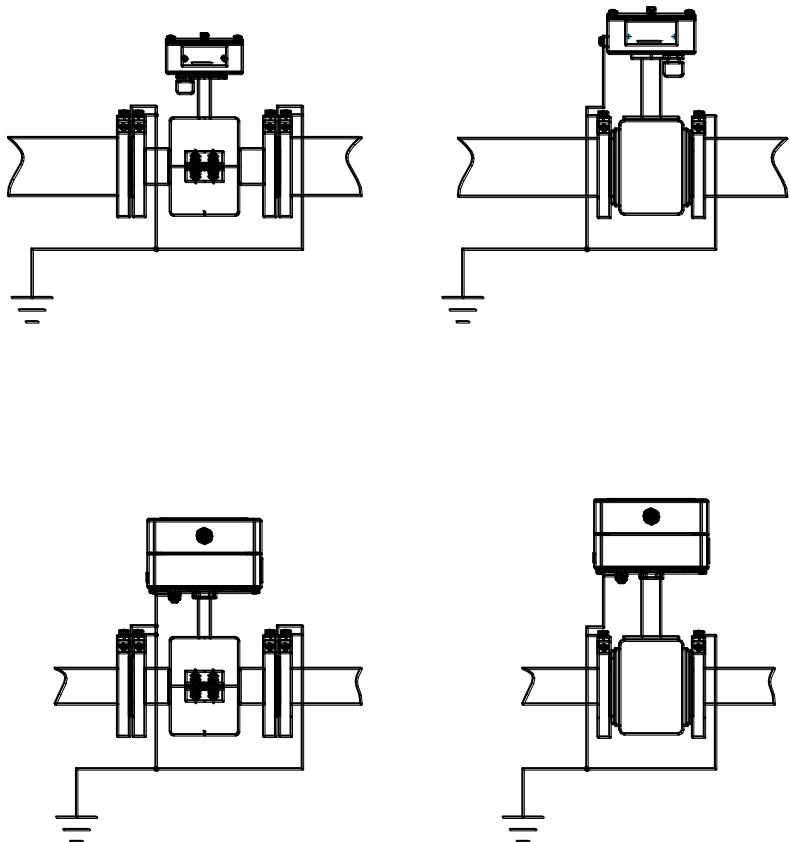

Рис. 8.7
Перед включением расходомера в электрическую сеть необходимо заземлить его составные части (см. рис.8.7).
8.4.11 Для предотвращения скапливания конденсата непосредственно перед герметичным вводом и попадания внутрь ППМ влаги рекомендуется сделать небольшой прогиб кабеля (см. рис. 8.7а).
рис. 8.7а